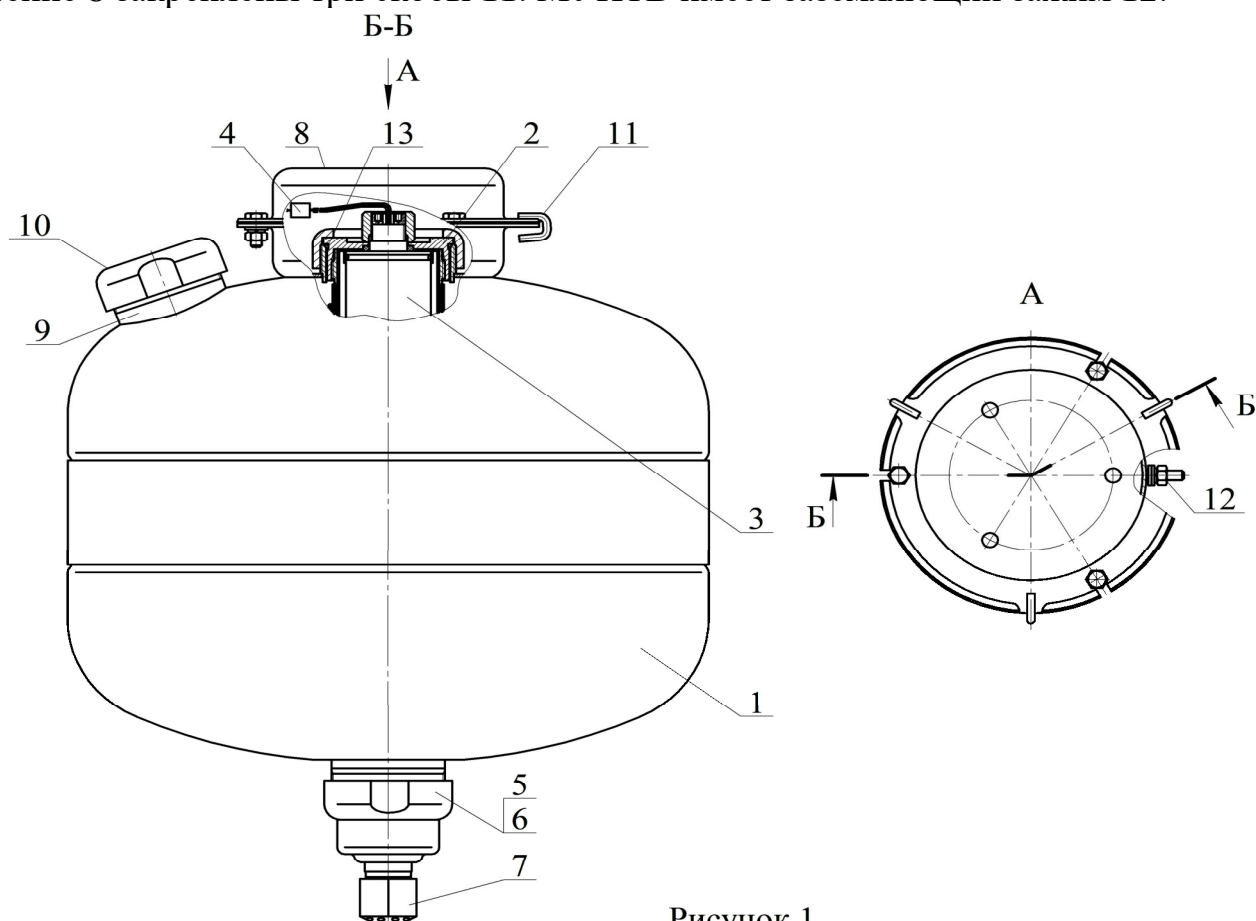

Рисунок 1
4.1.1 МУПТВ (см. рисунок 1) состоит из корпуса 1, заправленного ОТВ, в котором размещено газогенерирующее устройство 2.
4.2.1 После подачи электрического импульса на выводы элемента электропускового 4 (см. рисунок 1) ИХГ 3 генерирует газ, который создает давление внутри корпуса МУПТВ для вскрытия мембраны 5 и выпуска через насадок-распылитель 7 в зону горения тонкораспыленной струи ОТВ.
6.3 Закрепить кронштейн **8** (см. рисунок 1) на потолке. Координаты отверстий в кронштейне приведены на рисунке 3.
Залить в отверстие верхней горловины **9** (см. рисунок 1) воды по ГОСТ 6709-72, СанПиН 2.1.4.1074-01 (температура воды должна быть плюс (от 15 до 25) $^{\circ}\text{C}$ ) объемом  $16,19^{+0,2}$  дм3. Открыть упаковки с жидкими добавками к воде и залить их в отверстие верхней горловины **9**.
6.5.2.3 Полученный раствор ОТВ залить в отверстие верхней горловины **9** (см. рисунок 1). Для окончательного приготовления ОТВ открыть упаковки с жидкими добавками к воде и залить их в отверстие верхней горловины **9**.
6.7 Накрутить до упора насадок-распылитель **7** (см. рисунок 1).
7.3 Комплект поставки для перезарядки МУПТВ (см. рисунок 1):